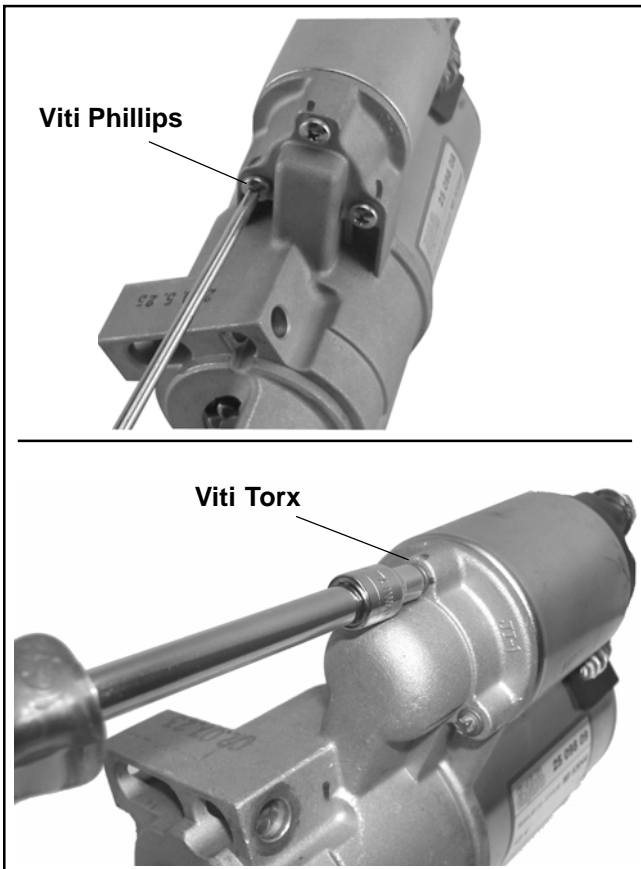

Figura 8-41. Rimozione delle viti del solenoide.
2. Rimuovere le tre viti che fissano il solenoide al motorino di avviamento. Vedere Figura 8-41.